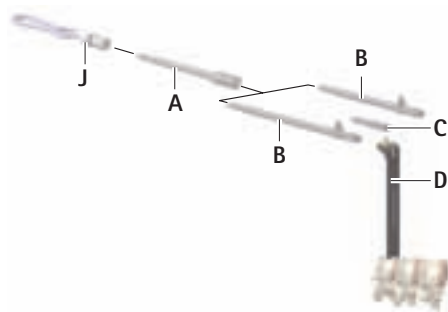

Fig. 2
- Per allungare la struttura, inserire il raccordo con attacco rapido A sul rispettivo attacco, vedere Fig. 2.